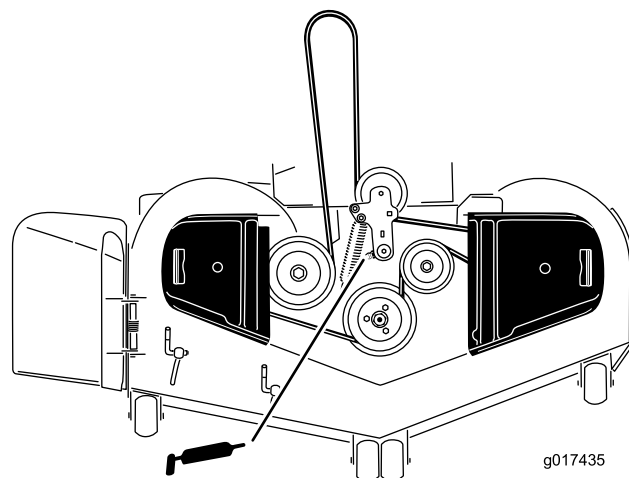

Figura 33
3. Lubrificare il perno della puleggia tendicinghia del piatto di taglio finché non fuoriesce grasso dalla parte inferiore (Figura 33).